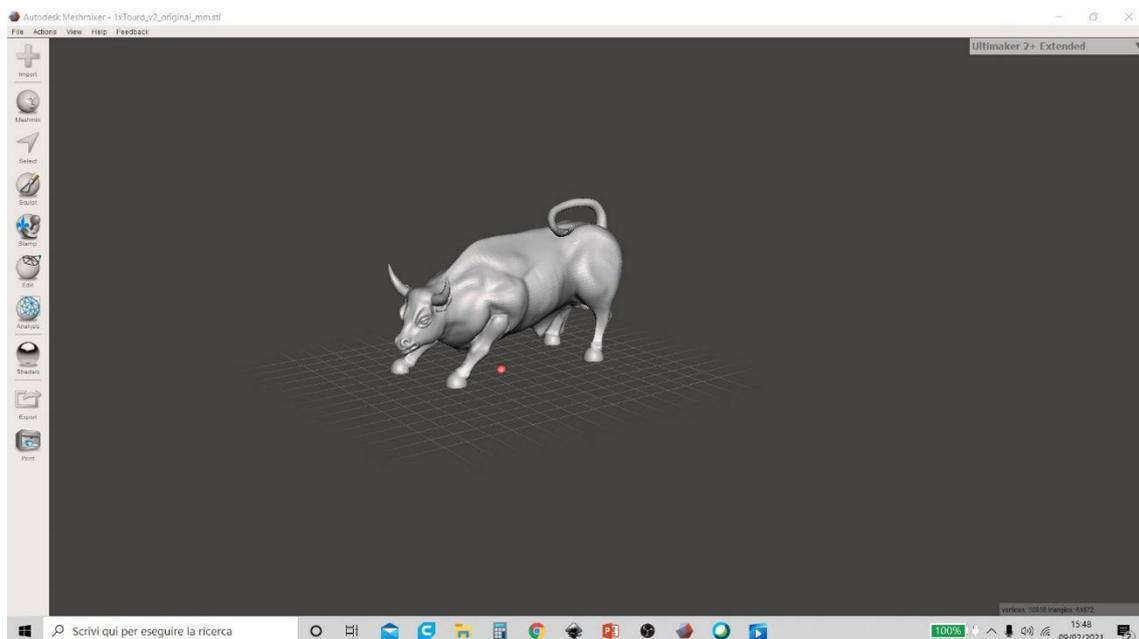

Figura 26 Meshmixer
I. Meshmixer es el software más utilizado para la creación (de forma optimizada) del material de soporte necesario para el éxito de una impresión 3D. Para iniciar el procedimiento, el usuario debe importar el modelo en el área de trabajo del software (Figura 26 Meshmixer).